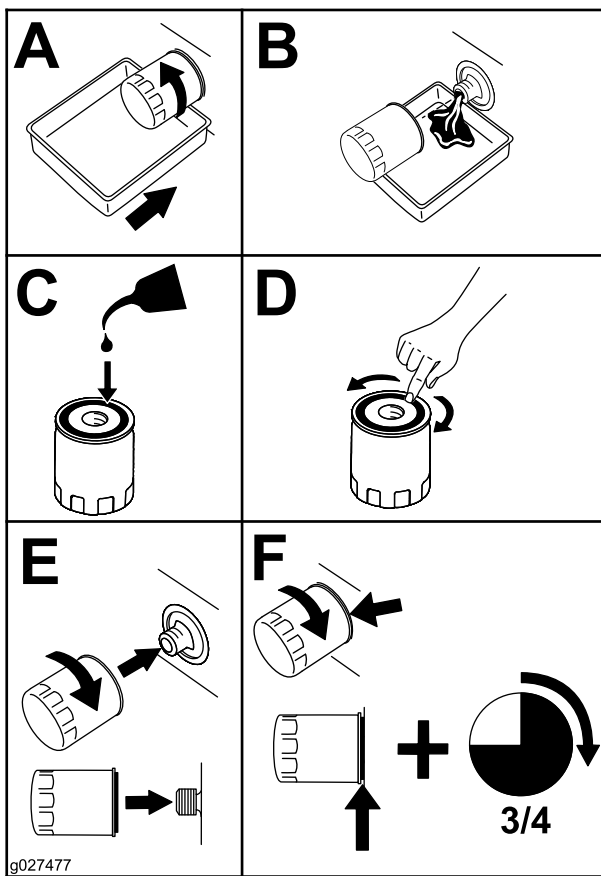

Figura 38
4. Sustituya el filtro de aceite del motor (Figura 38).